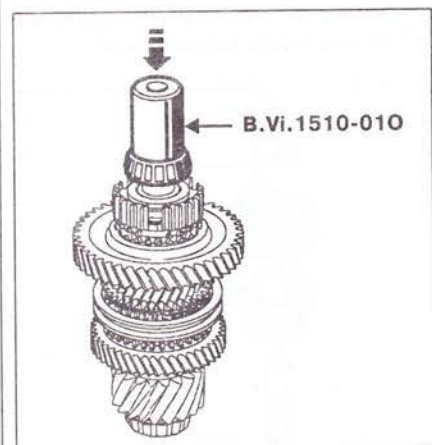

Рис. 5.67. Насадите подшипник при помощи приспособления **В. Vi.1510-01**, индекс **О**.
37. Насадите подшипник при помощи приспособления **В. Vi.1510-01**, индекс **О** (рис. 5.67).